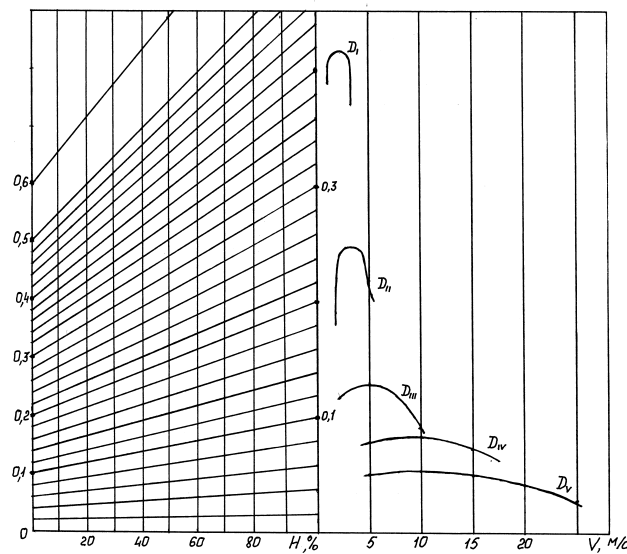

Рисунок 1. Динамическая характеристика с номограммой нагрузок
1. Автомобиль, грузоподъемность которого 5 т, движется равномерно, загруженный грузом 2 т, на 5-й передаче со скоростью 18 м/с на подъем. Используя динамическую характеристику с номограммой нагрузок (рис.1), найти мощность на ведущих колесах автомобиля, куда и в каком процентном соотношении она расходуется. Полная масса автомобиля 8,5 т, коэффициент сопротивления качению 0,023, фактор обтекаемости  $3,4 \text{ Н} \cdot \text{с}^2/\text{м}^2$ .